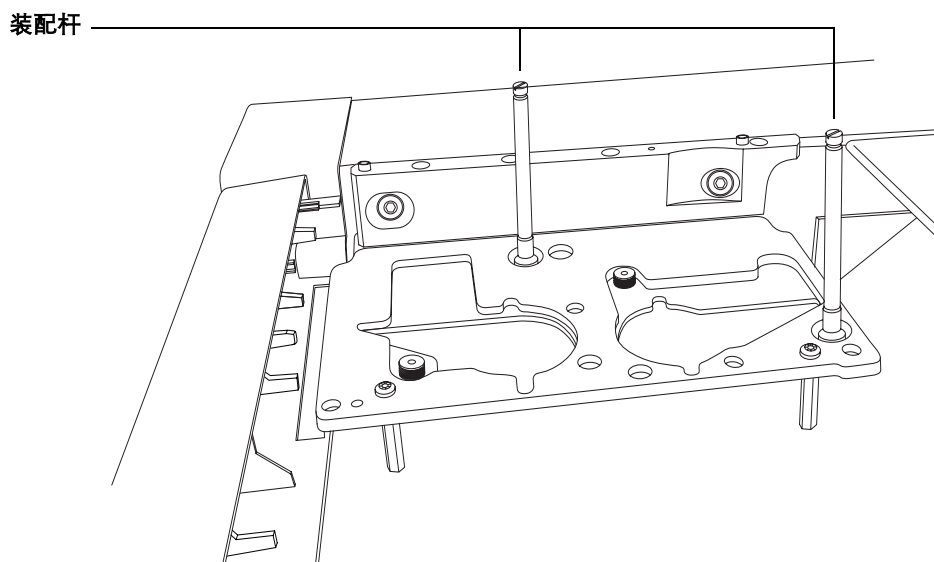

图 7 安装装配杆
- 9 安装套件中的进样器装配杆（图 7）。使用大小与装配杆顶部的插槽刚好合适的平头螺丝刀。注意不要使用尺寸过小的螺丝刀，以免损坏装配杆顶部。必须将装配杆拧紧以固定到支架上，以防止进样器移动。
- 5890 系列 II 请参阅图 7。